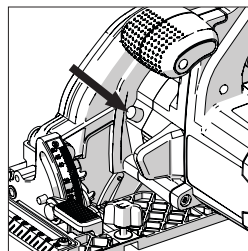

Fig. 3
- Encuentre el botón del seguro del eje de la máquina. Bloquee el eje de la máquina accionando el botón del seguro del eje. (Fig. 3)